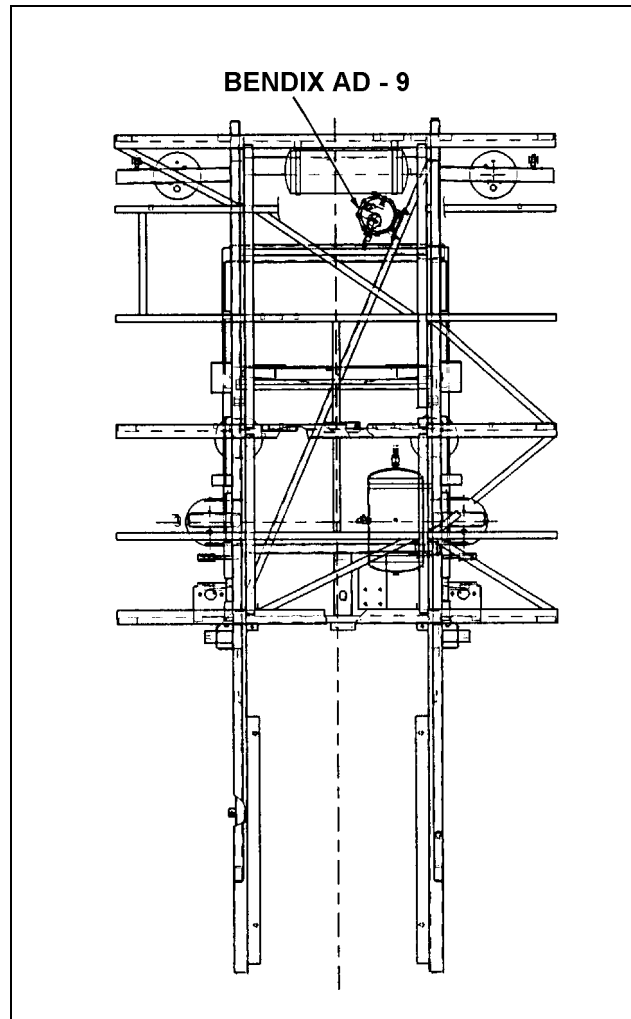

FIGURE 3: SOUS-CHÂSSIS ARRIÈRE
10. Mettre l'assécheur d'air Bendix AD-9 en place sur le longeron diagonal en utilisant les boulons du haut pour en supporter le poids (voir la fig. 3).